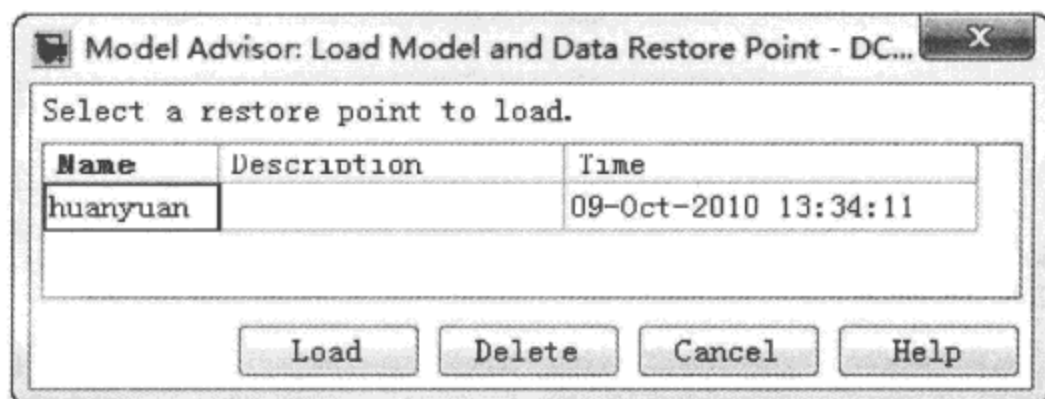

图 9.5.50 导入还原点
(2) 导入还原点。
- ① 选择 Model Advisor 窗口菜单项 File→Load Restore Point。
- ② 对话框列出所有的还原点名称、描述、保存时间, 用户可据此选择需要的还原点(图9.5.50)。
- ③ 单击 Load 按钮, 在后续出现的确认对话框中继续单击 Load 按钮, 完成还原。